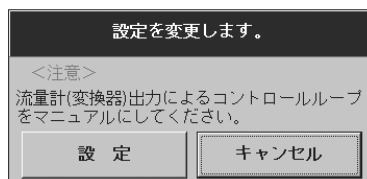

図24
- ④ ③において、必要な項目をすべて入力したら「設定」ボタンをクリックします。クリックすると、図24のようなメッセージボックスが現れます。
- ⑤ ここで「設定」をクリックすると、入力した設定値に変更されるのですが、設定値の変更によって流量計の出力も変化します。安全のため、流量計の出力によりバルブ等を制御している場合には、その制御ループをマニュアル制御に変え、制御ループが流量計の出力に影響を受けない様な状態にしてください。